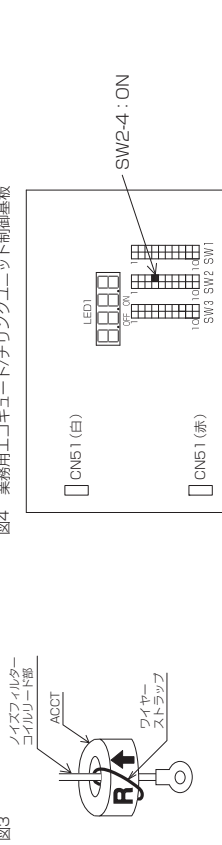

図4 業務用エコキュートチリングユニット制御基板
- (5) インバーター制御器が制御基板のSW2-4をONに設定する。[図4]